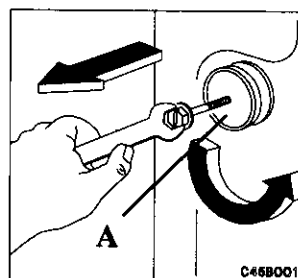

Fig. 3
- Sur la partie arrière et à l'aide d'une clé de 10, dévissez et enlevez les deux entretoises rouges (A) (fig. 3).